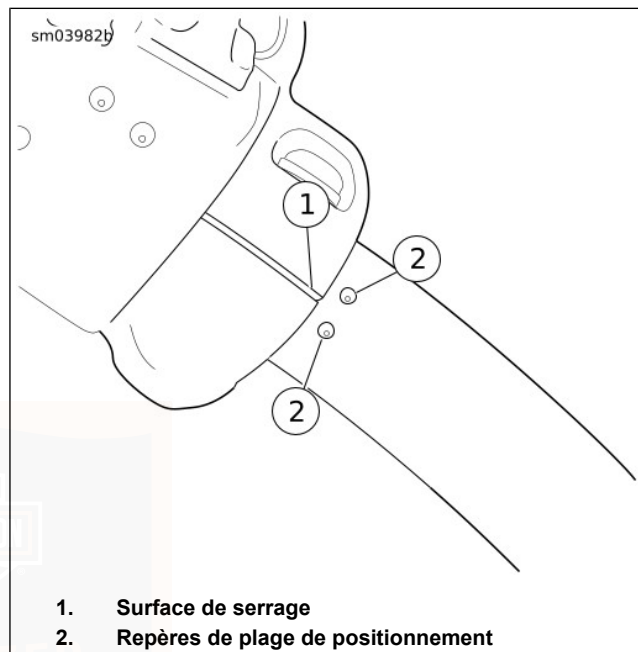

Figure 89. Alignement de l'ensemble de commande de gauche du guidon vers le guidon
2. Voir Figure 89. Tourner l'ensemble de commande de gauche du guidon et le levier de guidon d'embrayage dans une position confortable. Maintenir la surface de serrage (1) entre les repères de la plage de positionnement (2).